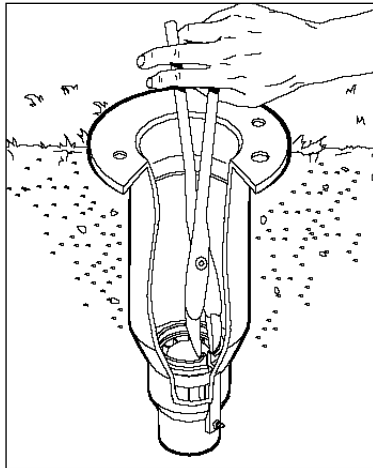

Figura 3
1. Para sacar el conjunto de la válvula, junte las orejas del anillo de retén con las tenazas de anillo de retén (N/P 995-07) y quite el anillo de retén del cuerpo del aspersor. (Vea la **Figura 3**.)